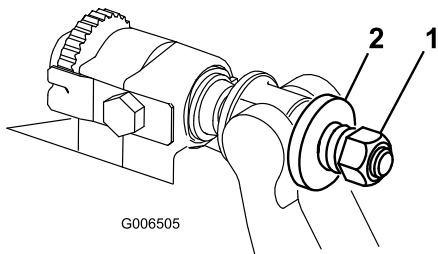

Figure 33
5. Serrez l'écrou de tension du ressort jusqu'à ce que les spires soient jointives, puis desserrez-le d'un demi-tour (Figure 33).